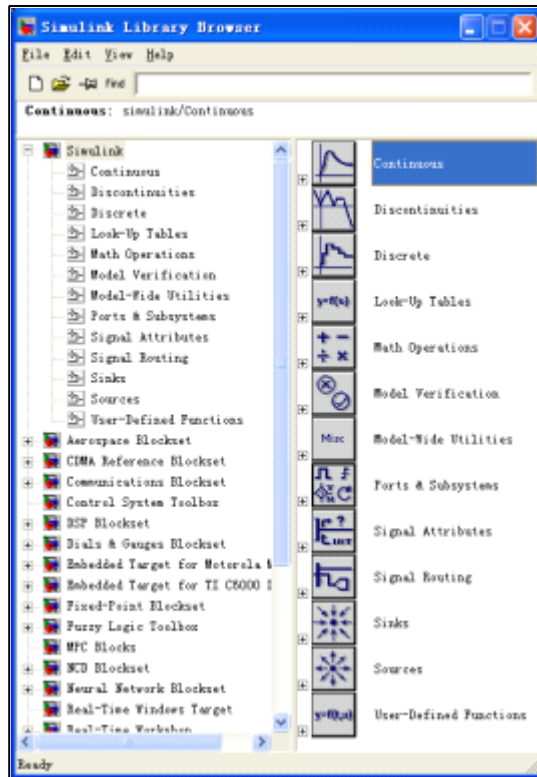

图 7.1 Simulink 界面
(1) 在 MATLAB 的命令窗口运行 `simulink` 命令，或单击工具栏中的  图标，就可以打开 Simulink 模块库浏览器(Simulink Library Browser) 窗口，如图 7.1 所示。
- 在图 7.1 的 Simulink 模块库浏览器窗口选择菜单“File”→“New”→“Model”，或者单击工具栏的图标。
- 在图 7.1 的 Simulink 模块库浏览器窗口选择菜单“File”→“Open...”或者单击工具栏的图标打开“.mdl”文件。